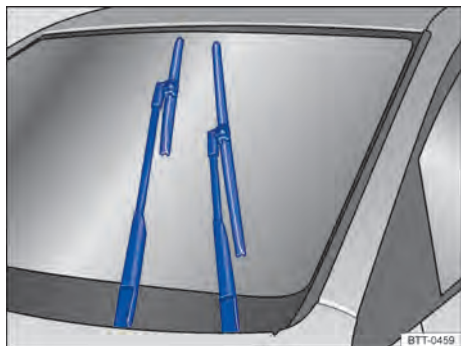

Fig. 128 Limpadores do para-brisa na posição de serviço.
Na posição de serviço, os braços dos limpadores do para-brisa podem ser erguidos do para-brisa. Para colocar os limpadores do para-brisa na posição de serviço → Fig. 128, proceder conforme segue:
- Antes de suspender os braços dos limpadores do para-brisa, colocá-los na posição de serviço → Fig. 128.
Observar nos limpadores do para-brisa: colocar os braços dos limpadores do para-brisa na posição de serviço antes de rebater para fora → Fig. 128.